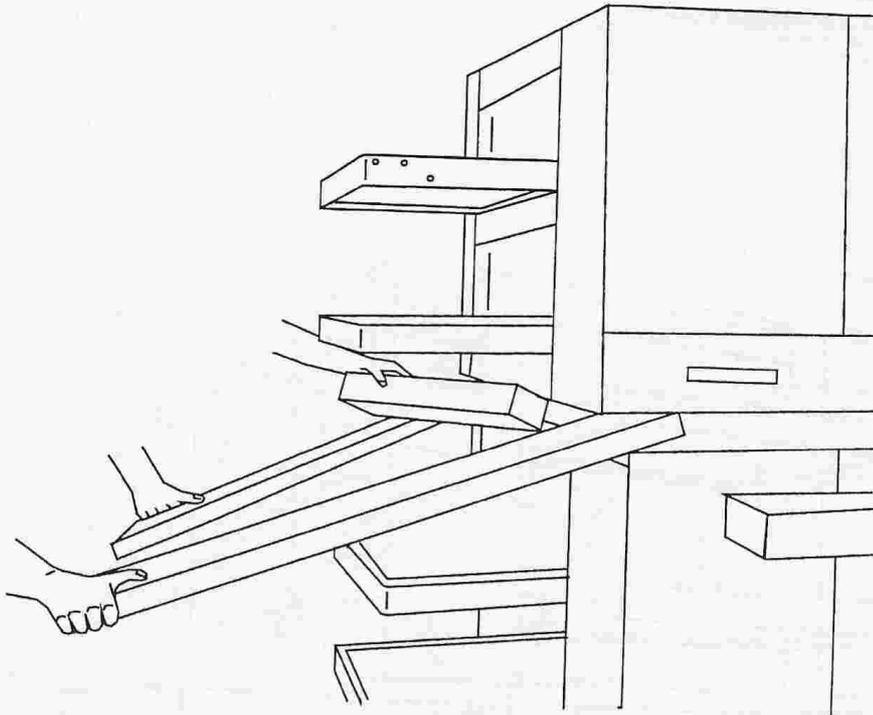

Abbildung 2-9
5. Siehe Abbildung 2-9. Mit den Querträgern als Hebestangen je ein Ende des Ofens anheben und eine 102 x 102 mm Latte herausziehen und den oberen Ofen vorsichtig absenken, bis er direkt auf dem unteren Ofen liegt. Die U-förmigen Rohrführungen unter dem oberen Ofen werden in die Ofenbodenplatte versenkt.